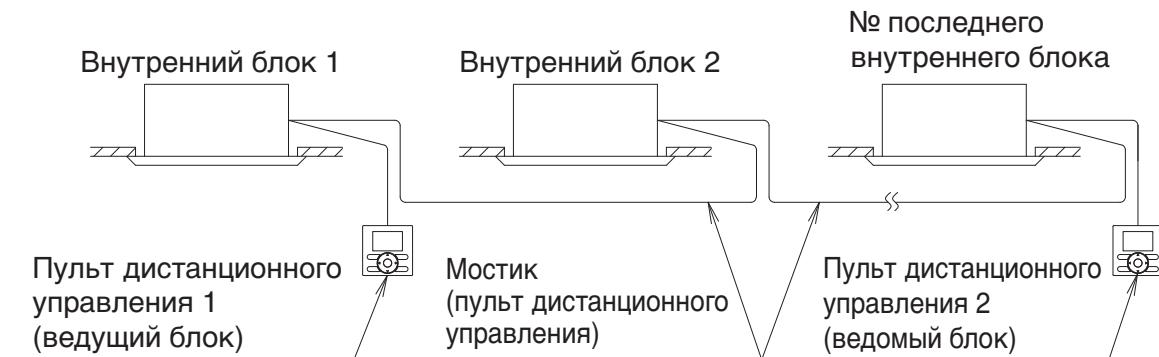

Рис. 20
- При одновременном использовании группового контроля и 2 пультов дистанционного управления подключите пульт дистанционного управления 2 (ведомый) к наружному блоку в конце переходника (последний номер). (**См. Рис. 20**)